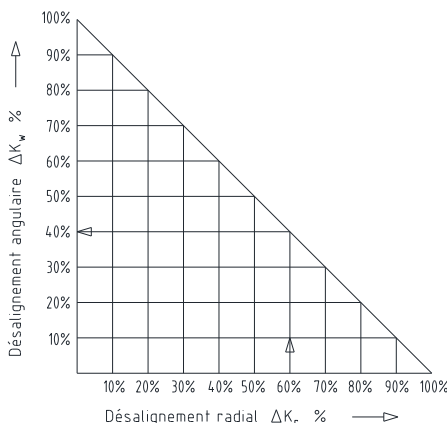

Fig. 20 : Combinaisons de désalignement
- Les valeurs de désalignement des tableaux 6 et 7 sont des valeurs maximales qui ne doivent pas se produire simultanément. S'il y a en même temps désalignement radial et désalignement angulaire, les valeurs utilisables doivent être réduites (voir fig. 20).